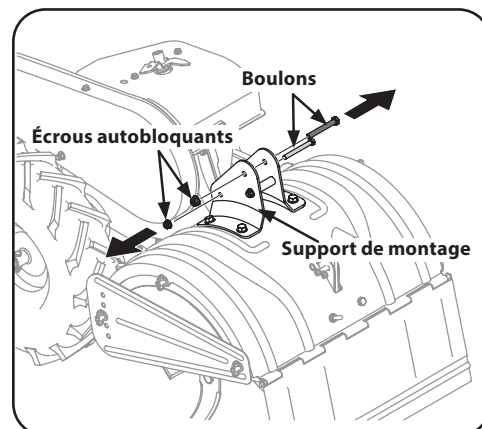

Figure 2-2
1. Retirez les deux boulons hexagonaux et les écrous autobloquants à bride supérieurs des supports de montage. N'enlevez pas le boulon hexagonal et l'écrou autobloquant à bride inférieurs. Voir Figure 2-2.